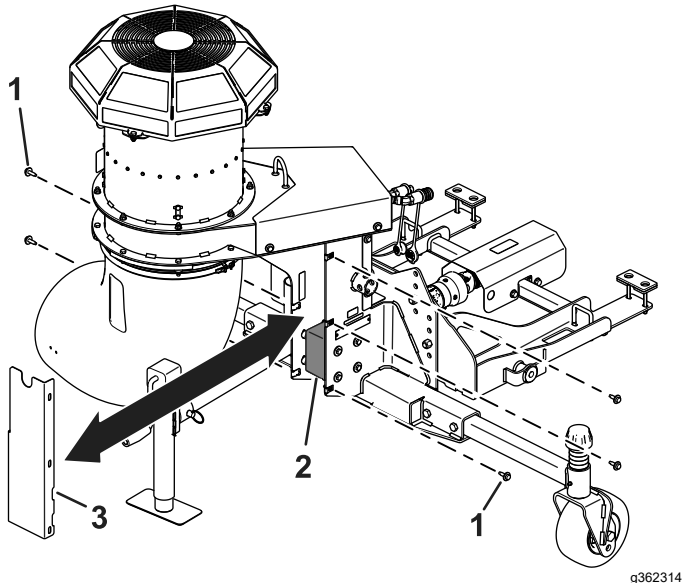

Figura 24
2. Îndepărtai cele 5 uruburi i aibe care fixează capacul carcasei reductorului la nivelul suflantei (Figura 24).
3. Îndepărtai capacul pentru a expune carcasa reductorului a suflantei (Figura 24).